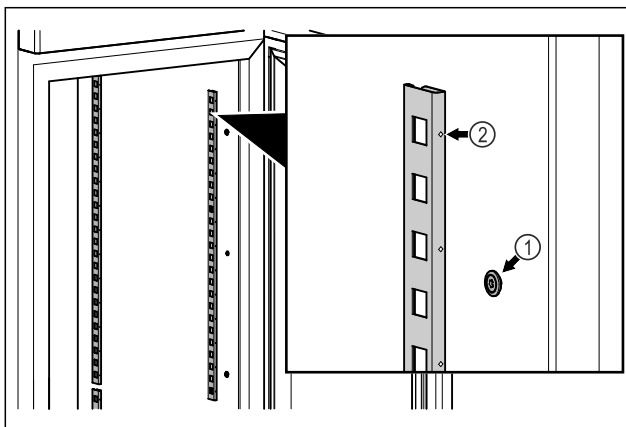

Fig. 56 Atvaizdo pavyzdys
- ▶ Įkabinkite fiksavimo juosteles į pakabą Fig. 56 (1). Žyma Fig. 56 (2) turi būti nukreipta į priekį.